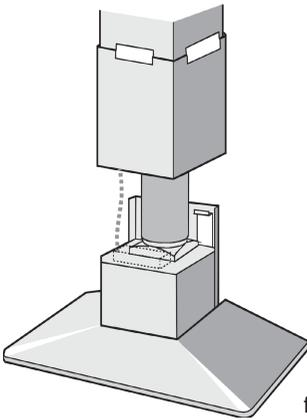

fig.14
6. Soulevez légèrement et momentanément la cheminée inférieure afin de raccorder le tuyau à la buse sur la base de la hotte (fig.14).